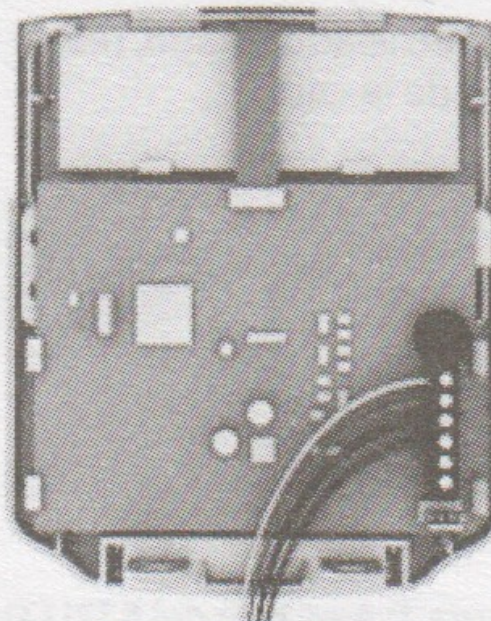

Figura 3: Cableado
3. Conectar el combus de 4 cables al conector, como indica la figura 3.